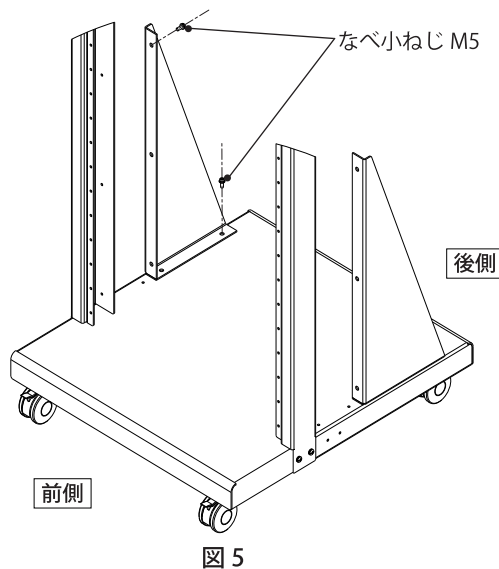

図 5
4. 支持板をベースとフレームタテになべ小ねじ M5 (10 カ所) にて固定してください。(図 5)